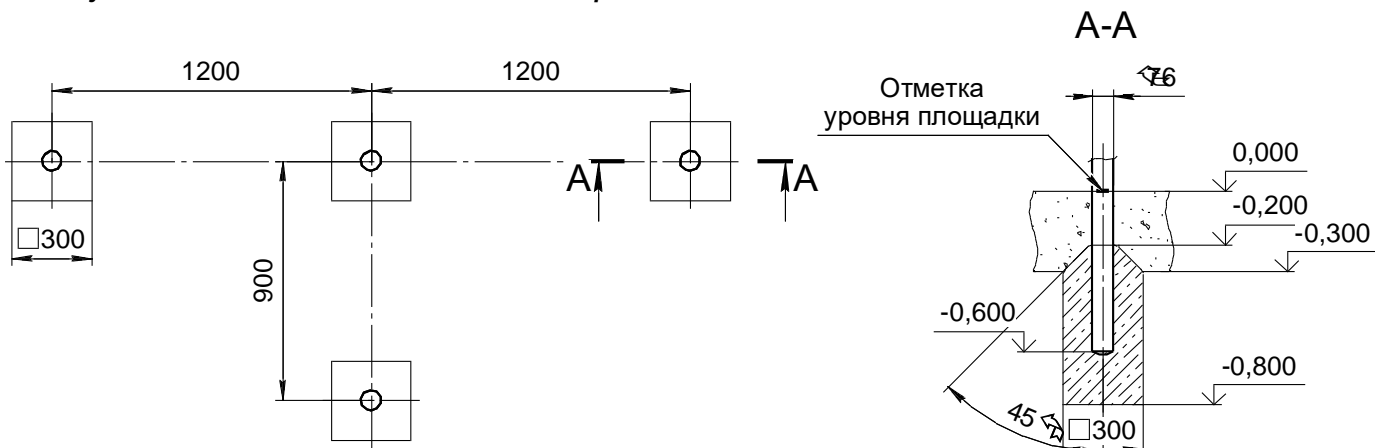

Рис. 2.
10.1.2 Установка Изделия должна проводиться на ровной площадке, свободной от насаждений. Размер площадки – см. рис.2.
10.3.1 Провести планировку участка. Подготовить фундаментные ямы согласно рис.2, глубиной 800 мм.
10.3.2.4 Выставить оборудование по уровню и забетонировать (рис. 2).